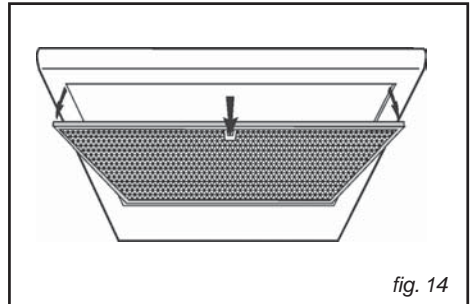

fig. 14
• **Desmontaje del filtro antigrasa (fig.14)**